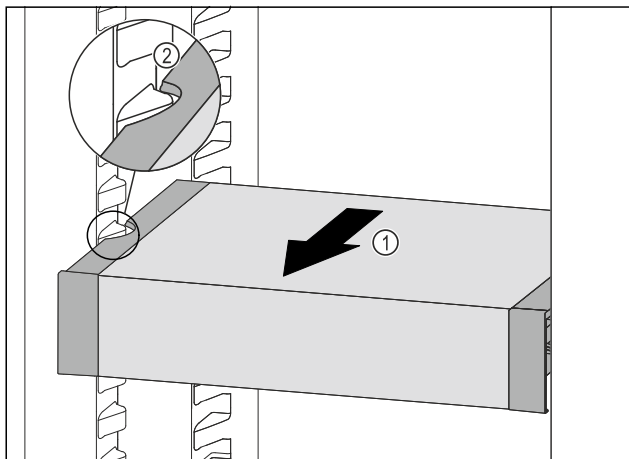

Fig. 123
- Ladicu VarioSafe vucite prema naprijed Fig. 123 (1) sve dok se bočni otvori ladice VarioSafe ne nađu na visini žlijeba spremnika u hladnjaku. Fig. 123 (2)